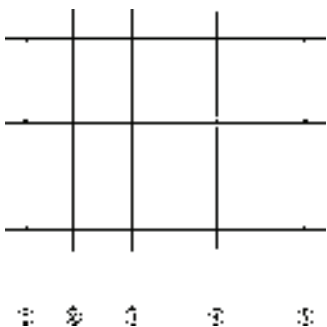

图 2-53 打开素材
1) 按〈Ctrl+O〉组合键, 打开配套光盘提供的“第 2 章/2.4.2 删除轴号.dwg”素材文件, 结果如图 2-53 所示。